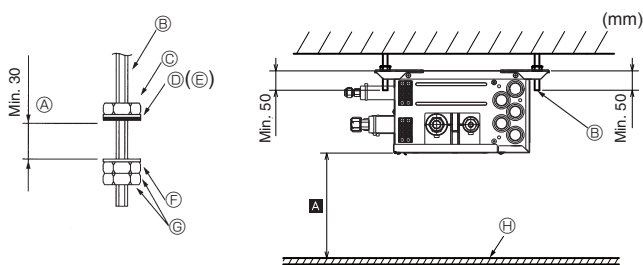

Fig. 6-1
- (2) Befestigen Sie Unterlegscheiben (①, ②) und Muttern (vor Ort zu erwerben) an den Aufhängebolzen. (Fig. 6-1)
- (3) Hängen Sie das Gerät an die Aufhängebolzen.
- (4) Ziehen Sie die Muttern vollständig fest (Prüfen Sie den Abstand zur Decke).
- (5) Benutzen Sie eine Wasserwaage, um den Verteilerkasten waagrecht auszurichten.
- (A) Wenn das Gerät aufgehängt ist und die Muttern festgezogen sind